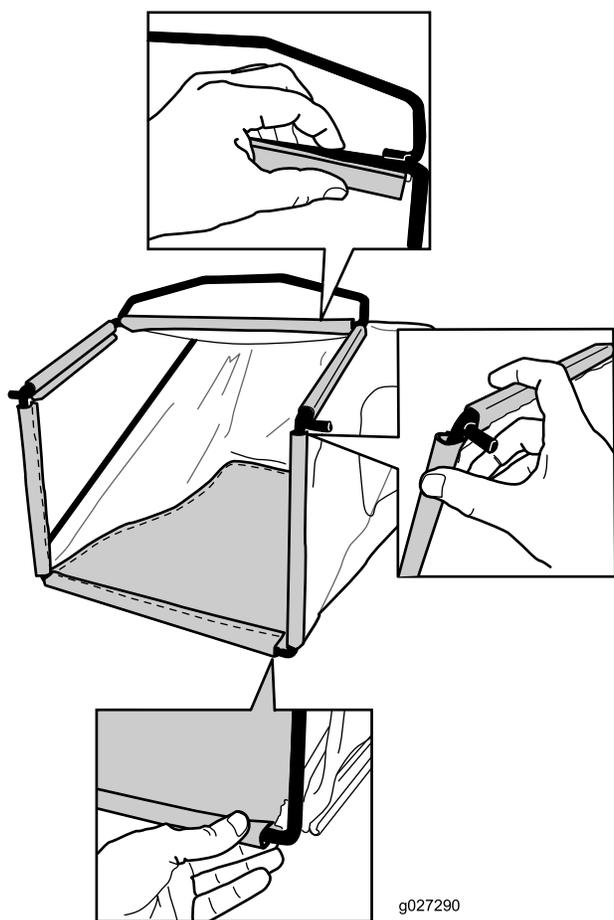

Рисунок 10
2. Зацепите нижний обод травосборника за нижнюю часть рамы (Рисунок 10).
3. Зацепите верхний и боковой ободья травосборника за верхнюю и боковые стороны рамы, соответственно (Рисунок 10).